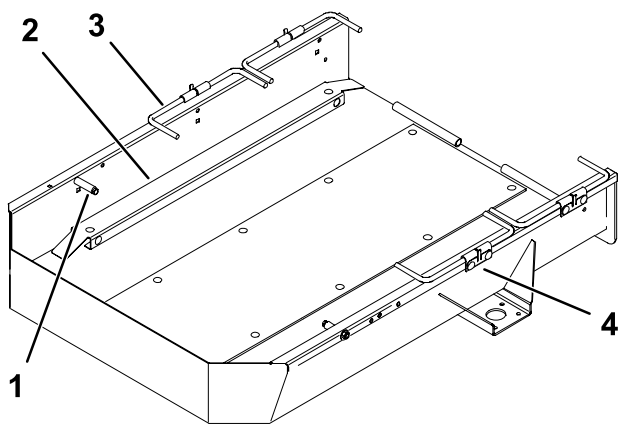

图1
3. 如已安装，请卸下将标准嵌入件固定至斜面底部的紧固件，然后取下嵌入件（图1）。
4. 从拖车上拆下现有的拖车止动器、车轮杆和支架（图1）。